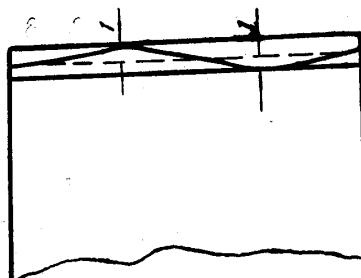

图 1
17. 在剪冲床上切割后不需刨和铣的钢板零件其直边对铣点的偏差 $<\pm1\text{mm}$ ，见图1。